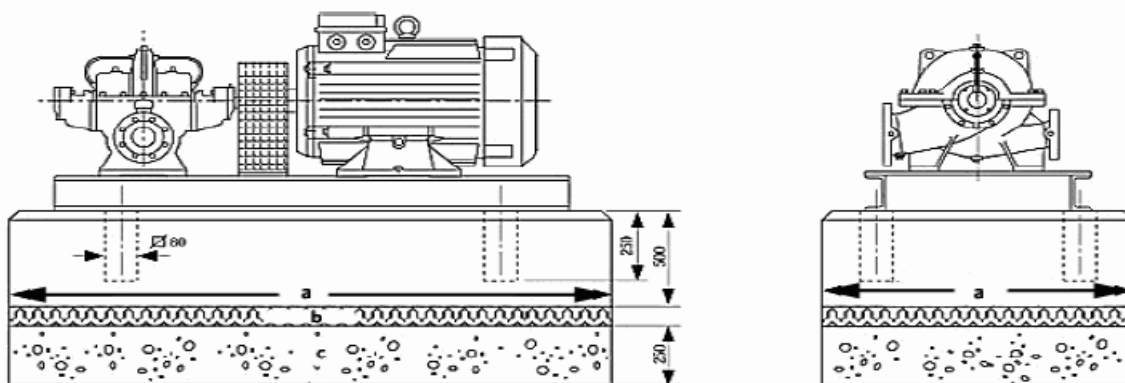

Рисунок 3. Пример фундамента
7.1.1 Фундаменты (см. рисунок 3, 4, 5)